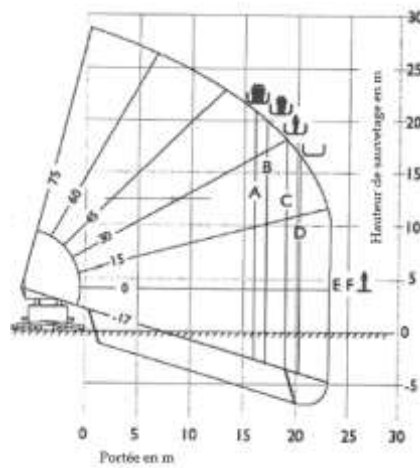

Figure 12 : Schéma de travail échelle - DLA(K) 23-12
- portée de 16,1 mètres, depuis le bord des vérins déployés au maximum, pour 21 mètres de hauteur sans retirer de sécurité. En retirant des sécurités, c'est-à-dire en diminuant le nombre de personnes admissibles à bord de la nacelle, la portée augmente mais le premier niveau est pris comme référence pour le sauvetage de personnes (cfr. Figure 12) ;